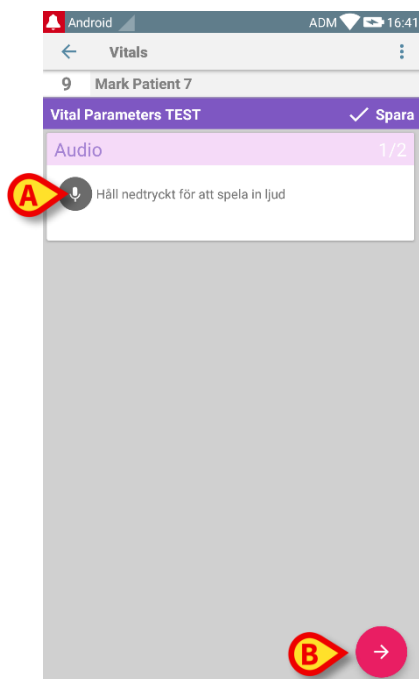

Fig. 75
Följande skärmbild öppnas vilket gör att en ljudfil kan spelas in (Fig. 75).
- Håll knappen i Fig. 75 **A** nedtryckt.
- Tryck på ikonen  i det nedre högra hörnet på skärmbilden (Fig. 75 **B**).